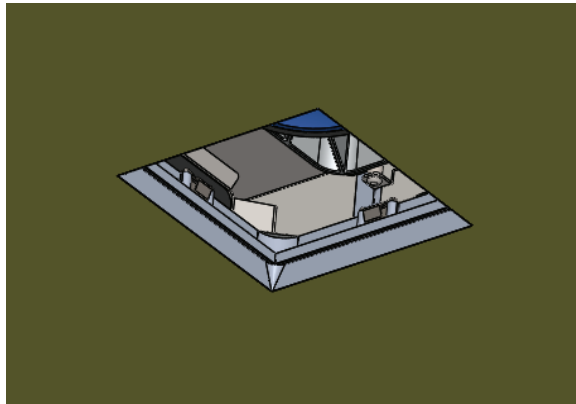

fig. 15
2. Appliquez une mince couche de composé à joint sur le bord de l'ouverture du cadre. Pour de meilleurs résultats, talochiez entièrement le plafond (voir la fig. 15).